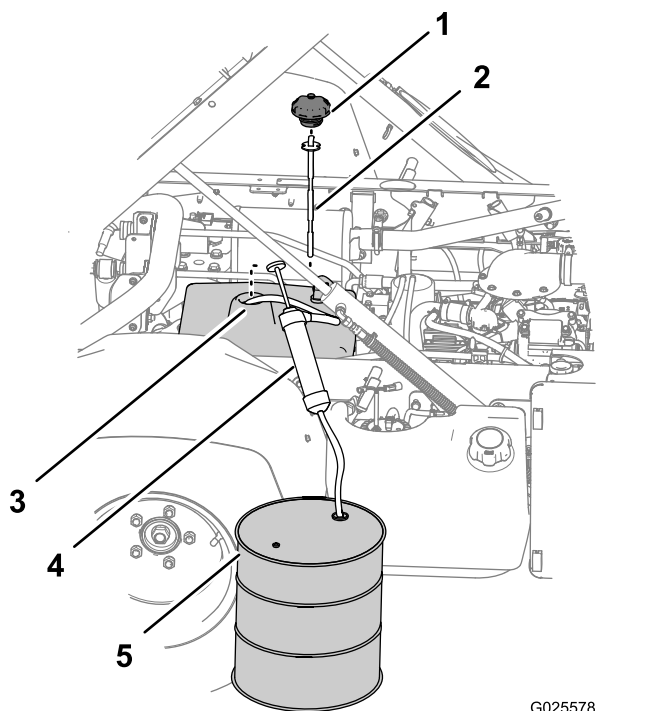

Figura 82
3. Rimuovete il tappo e l'asta di livello dal collo di riempimento del serbatoio idraulico (Figura 82).
4. Inserite il flessibile di ingresso dell'attrezzatura per il pompaggio attraverso il collo di riempimento del serbatoio idraulico sino al fondo dello stesso (Figura 82).
5. Orientate il flessibile di scarico dell'attrezzatura di pompaggio in un contenitore di raccolta (Figura 82) con capacità di 11,4 litri – modello non TC o capacità di 19 litri – modello non TC con kit apparati idraulici ad alto flusso (optional) o modello TC.
7. Rimuovete l'attrezzatura per il pompaggio dal serbatoio idraulico (Figura 82).
8. Aggiungete 7,5 litri (modello non TC) o 15,1 litri (modello non TC con kit apparati idraulici ad alto flusso (opzionale) o modello TC) del fluido idraulico specificato nel serbatoio idraulico (Figura 82).
9. Inserite l'asta di livello e il tappo sul collo di riempimento del serbatoio idraulico (Figura 82).